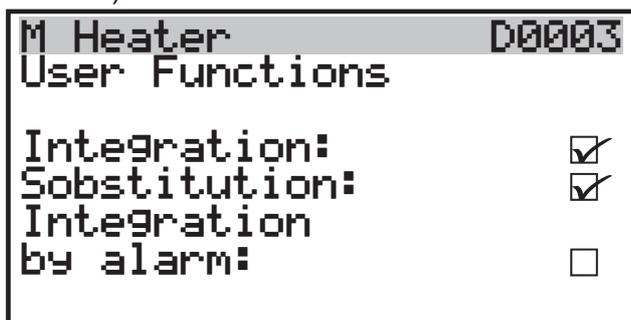

Figura 5.7
- consigliamo di abilitare sempre il menu "Integrazione" e "Integrazione by alarm" (Figura 5.7).